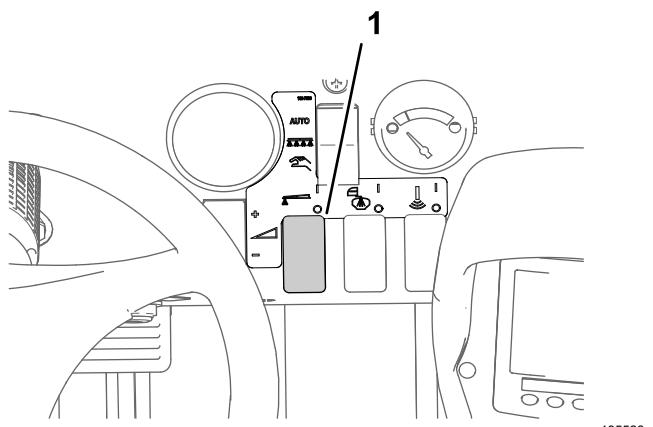

図 47
- 8. 散布率スイッチで所望の散布水圧にセットする。水圧は本体に付属の資料、ノズル選定ガイドを参照。図 47